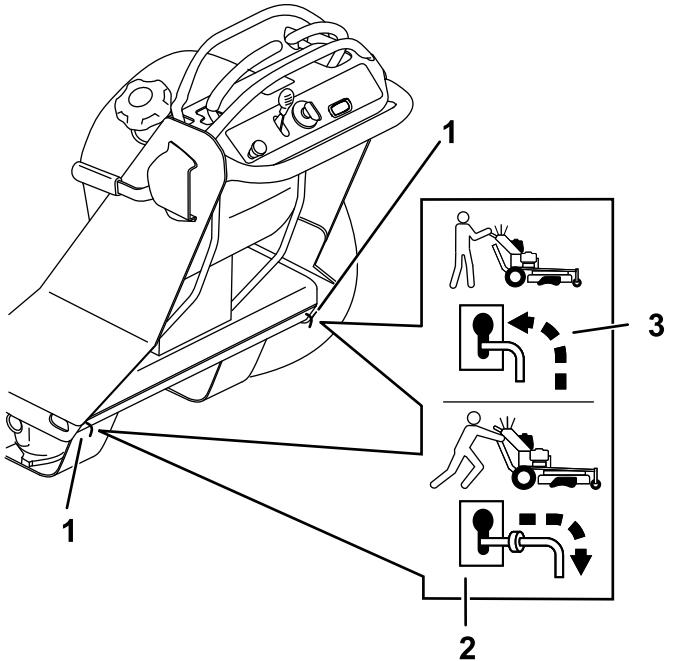

Рисунок 65
7. Заглушите двигатель, переместите рычаги перепуска вперед через профилированные отверстия и опустите вниз, чтобы зафиксировать их на месте (Рисунок 65).
4. Вытяните оба рычага перепуска назад через профилированные отверстия и опустите вниз, чтобы зафиксировать их на месте (Рисунок 65).